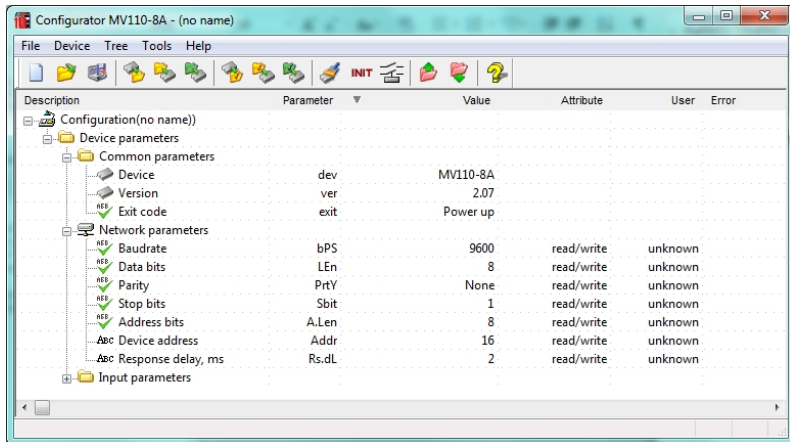

Abb. 7.2 Hauptfenster des M110 Configurator
- Das Hauptfenster des Konfigurators ist geöffnet. Jetzt können die gespeicherten Parameter des Moduls abgelesen werden (siehe Abb. 7.2).